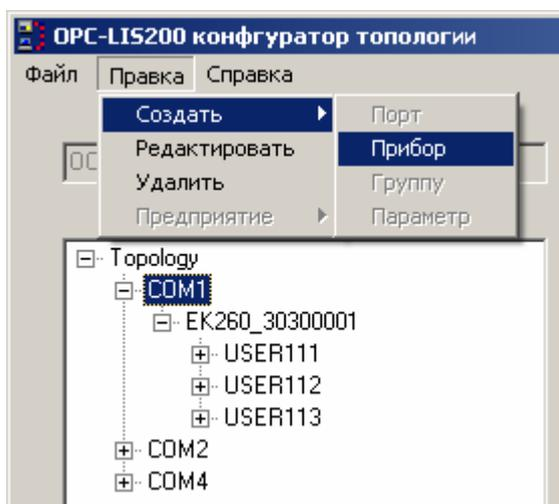

Рисунок 20
- Создать новый “Прибор” (рис. 20). Команда разрешена только при выборе узла “Порт”.